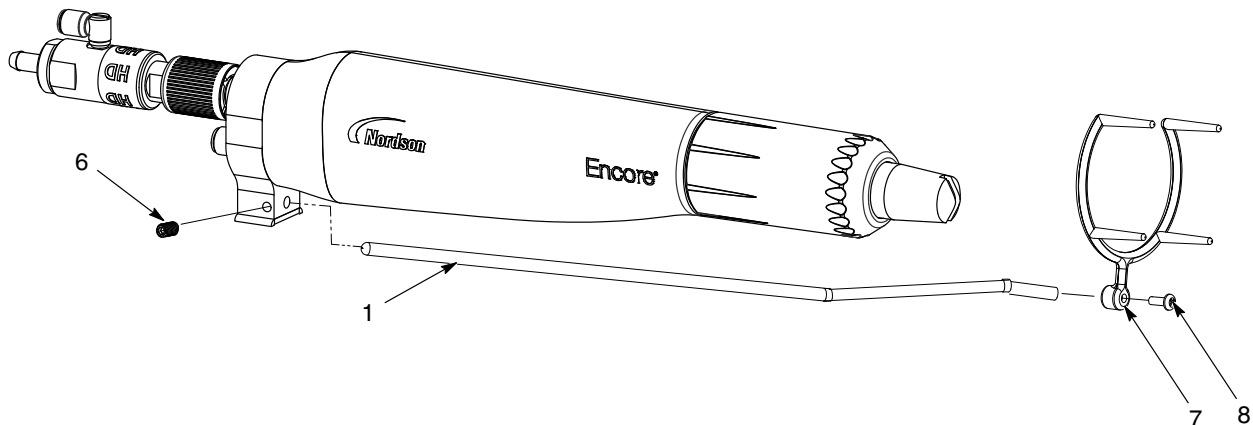

Bild 3-4 Installation av jonfångare – stångmonterad pistol
1. Se bild 3-4. Sätt i kollektorelektroden (1) i jordningsplattan och fäst den med M5 x 8 stoppskruven (6) som ingår i jonfångarsatsen.
2. Fäst ringen med flera spetsar (7) på kollektorelektroden med hjälp av skruven M3 x 8 (8).